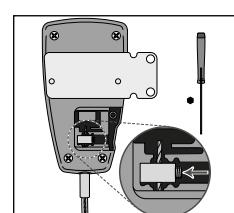

Fig. 6
5. Utilizzando il cacciavite a brugola, allentate la vite di sicurezza a punta conica di due o tre giri e faccia scorrere il blocco terminale del cavo interno (**vedere Fig. 6**).